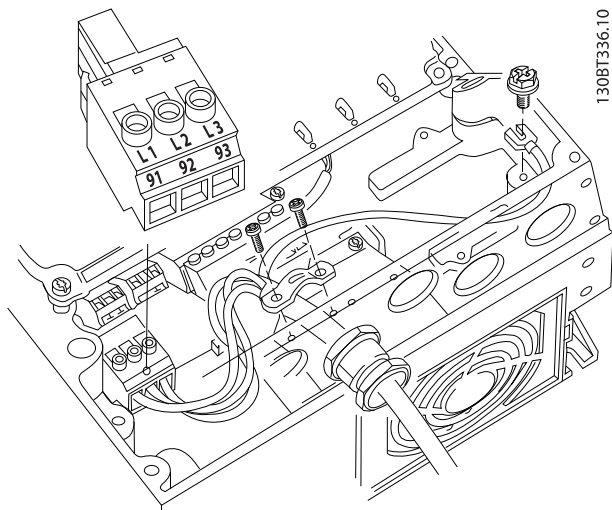

图 2.12 连接到交流主电源
- 将三相交流输入功率线路连接至端子 L1、L2、L3（请参阅图 2.12）。